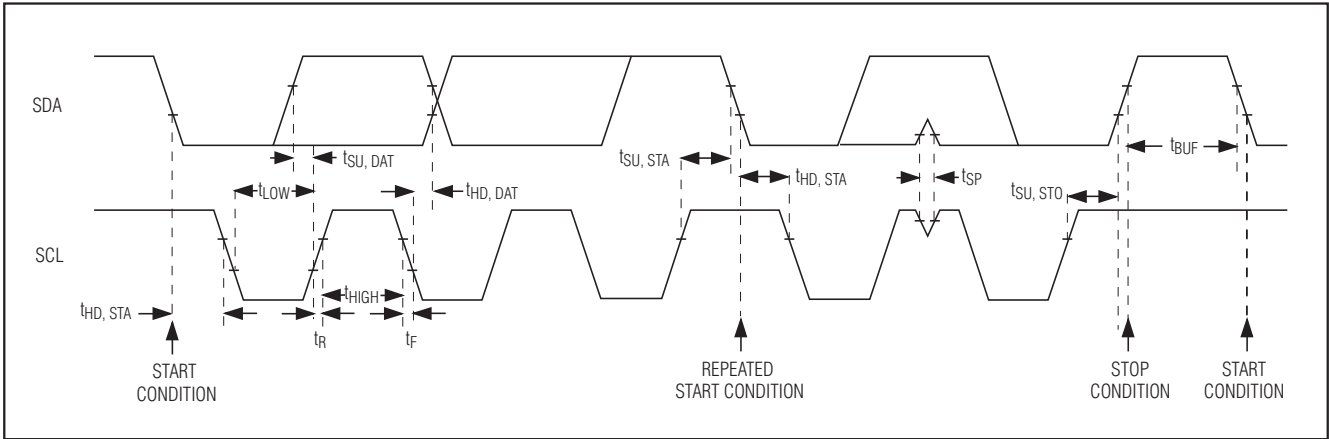

图6. I²C串行接口时序图
MAX9670/MAX9671具有一个I²C/SMBus™兼容的2线串行接口，包括一条串行数据线(SDA)和一条串行时钟线(SCL)。SDA和SCL能够支持MAX9670/MAX9671与主控制器之间以最高400kHz的时钟速率通信，图6所示为2线接口的时序图。主控制器在总线上产生SCL并启动数据传输。主机器件通过发送START (S)条件、相应的从地址(R/W位置0)、寄存器地址和随后的数据字，向MAX9670/MAX9671写数据。每个发送序列均由START和STOP (P)条件打包成帧。发送到MAX9670/MAX9671的每个字均为8位，随后是应答时钟脉冲。主控制器从MAX9670/MAX9671读取数据时，需要发送从地址(R/W位置0)、读取寄存器的地址、REPEATED START (Sr)条件、从地址(R/W位置1)，随后是一系列SCL脉冲。MAX9670/MAX9671通过SDA发送数据，与主控制器产生的SCL脉冲同步。主控制器对于接收的每个数据字节进行应答。每个读序列均由START或REPEATED START、应答或非应答及STOP条件打包成帧。SDA既作为输入，又作为开漏输出。SDA总线需要一个大于500Ω的上拉电阻，SCL仅作为输入。如果在总线上有多个主控制器，或